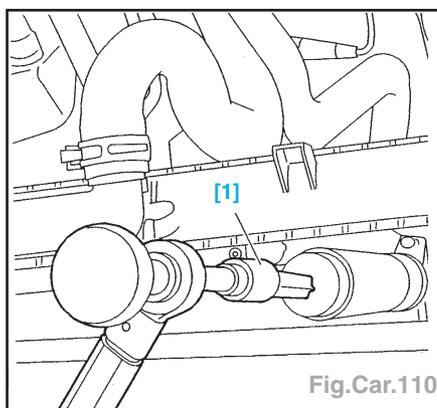

Fig.Car.110
- Déposer la cartouche filtrante et dessiccative ; à l'aide de l'outil [1] (Fig.Car.110).